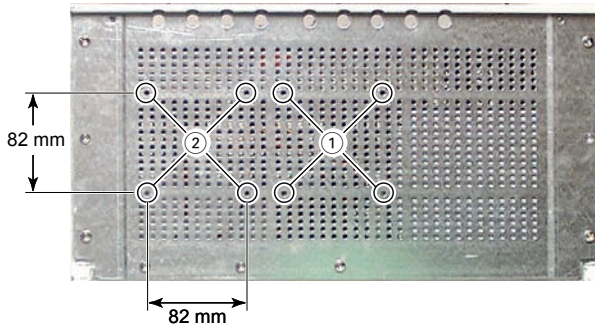

Abb. 15
- Lüfter (12 V / 1 A max.) an Position ① oder ② (Abb. 15) auf die Innenseite der Bodenplatte schrauben.